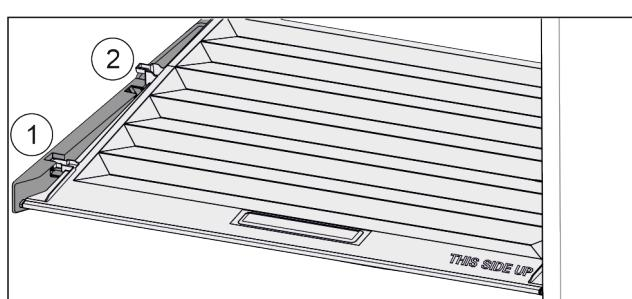

Fig. 40
- Vytáhněte víko dopředu až k otvoru v přídržných dílech Fig. 40 (1).
- Vzadu zespodu nadzvedněte a vyjměte směrem nahoru Fig. 40 (2).